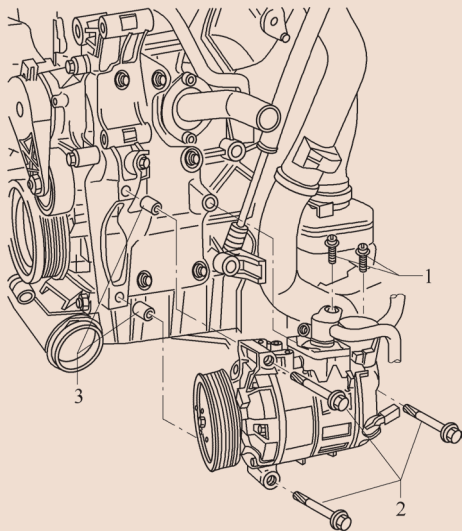

图 5-39 拆下空调压缩机
②旋出空调压缩机的螺栓 1（安装时，并从空调压缩机上脱开冷凝管。安装时拧紧力矩为 $22\text{N} \cdot \text{m}$ ）。
③拆下发动机下方的隔音垫。
④从压缩机带轮上脱开多楔带。
⑤脱开连接至空调压缩机调节阀 N280 的插头连接。
⑥旋出螺栓 2 并取下空调压缩机（图 5-39）。